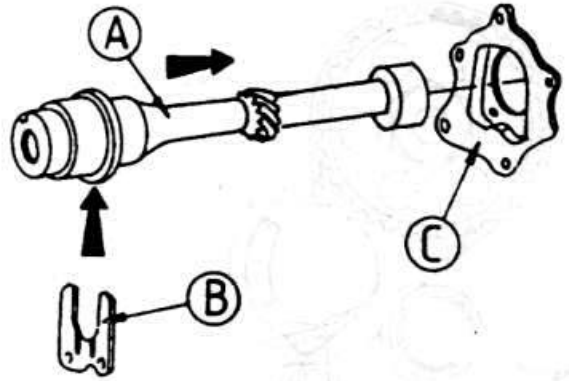

Рис. 2.49
- ♦ Выборка в шайбе должна быть видна со стороны передней части двигателя (рис. 2.49).